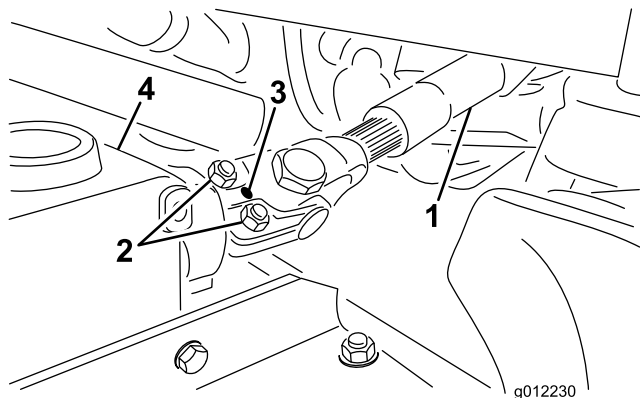

Bild 5
1. Schieben Sie die Zapfwelle mit Außengewinde in die Zapfwelle mit Innengewinde (Bild 5). Richten Sie die Befestigungslöcher in der Antriebswelle des Getriebegehäuses mit den Löchern in der ZWA-Welle aus und schieben Sie sie zusammen.
2. Befestigen Sie sie mit einem Spannift (Bild 5).
3. Ziehen Sie die Schrauben und Muttern an (Bild 5).